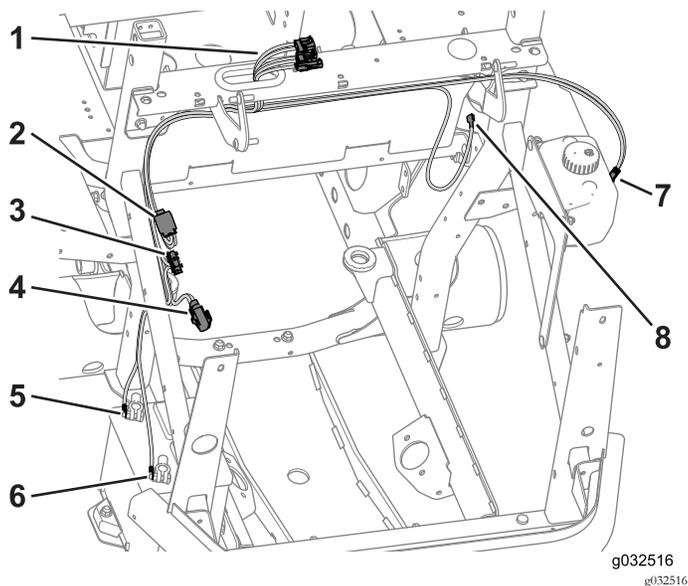

Рисунок 38
1. Проложите три разъема кабины через уплотнительную втулку (Рисунок 38).
2. Проложите провод вспомогательного питания через опору рамы, вниз вдоль трубы конструкции защиты оператора при опрокидывании машины (ROPS) и к органам управления на пульте оператора (Рисунок 38).
3. Проложите провод бачка стеклоомывателя через опору рамы, вниз вдоль трубы конструкции ROPS и к бачку стеклоомывателя (Рисунок 38).